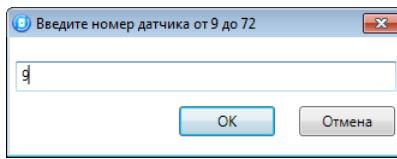

Рисунок 4.36 — Ввод номера радиоустройства
2. В открывшемся окне укажите номер радиоустройства из числа еще не занятых в нумерации ШС, ШС СКП и радиоустройств (в указанном диапазоне) и нажмите кнопку OK (см. рисунок 4.36).